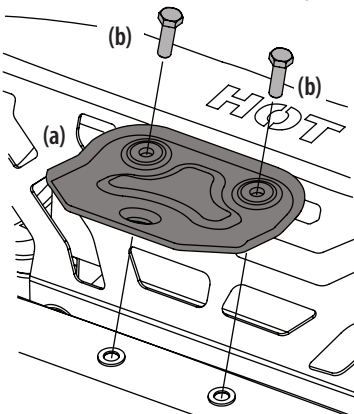

Figure 2
1. Trouvez la plaque d'attelage (a) et installez-la à l'arrière du châssis avec les deux boulons (b) fournis. Voir Figure 2.